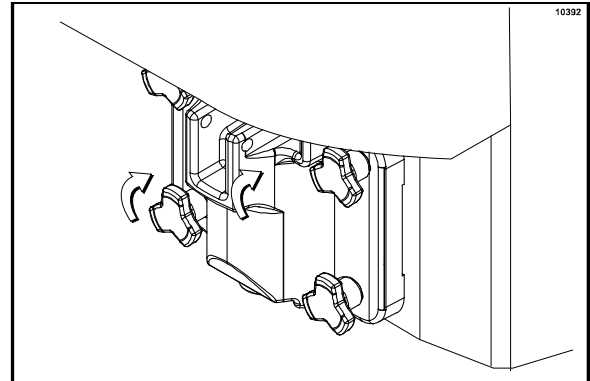

Figure 139
14. Faire passer la tige-défecteur par le battant, puis dans le cylindre de réfrigération. La porte posée sur les goujons de l'unité, monter les vis. Serrer de manière uniforme, en alternant en diagonale et s'assurer que la porte ne bouge pas (Cf. Figure 139).